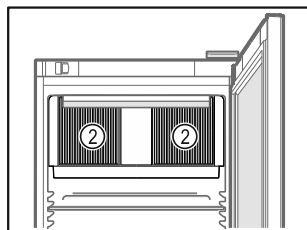

Fig. 48
- ❑ Mbani të lira kanalet e ajrimit Fig. 48 (2) të ventilatorit të qarkullimit të ajrit në hapësirën e brendshme.